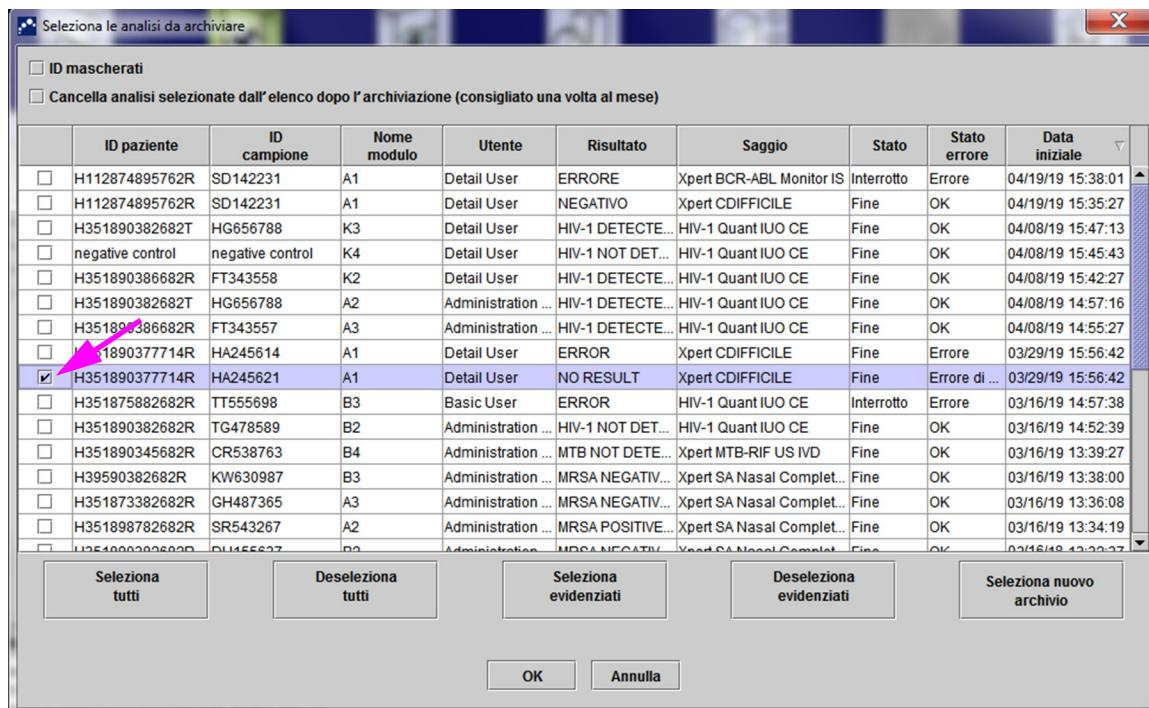

Figura 5-70. Finestra di dialogo Selezione le analisi da archiviare
3. Viene visualizzata la finestra di dialogo Selezionare le analisi da recuperare da (vedere la Figura 5-70). I test già esistenti nel database corrente sono visualizzati in rosso.